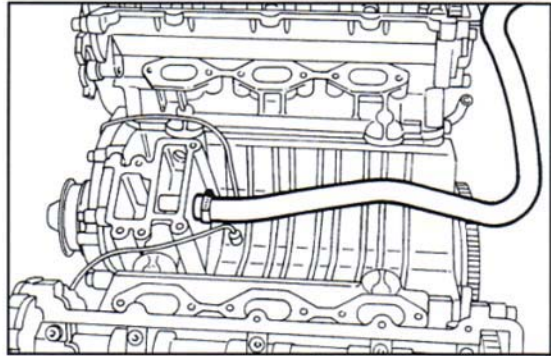

Fig. 60 ▲
- svitare il raccordo sul basamento e rimuovere la tubazione ritorno liquido refrigerante da radiatore interno vettura (**Fig. 60**).
- unscrew the coupling on the bottom and remove the coolant return tube from the car interior radiator (**Fig. 60**).